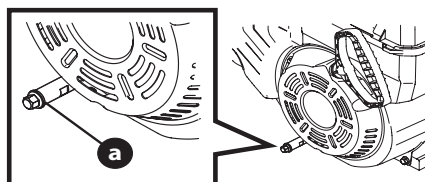

Figure 9
NOTE : Le bouchon peut se trouver sur le devant ou à l'arrière du bloc-moteur ou être un tube, selon le modèle du moteur. Figure 9. La Figure 4 à la page 43 représente des exemples.
3. Nettoyez la surface autour du bouchon de vidange (a). (Figure 9).
5. Retirez le bouchon. (Figure 9).